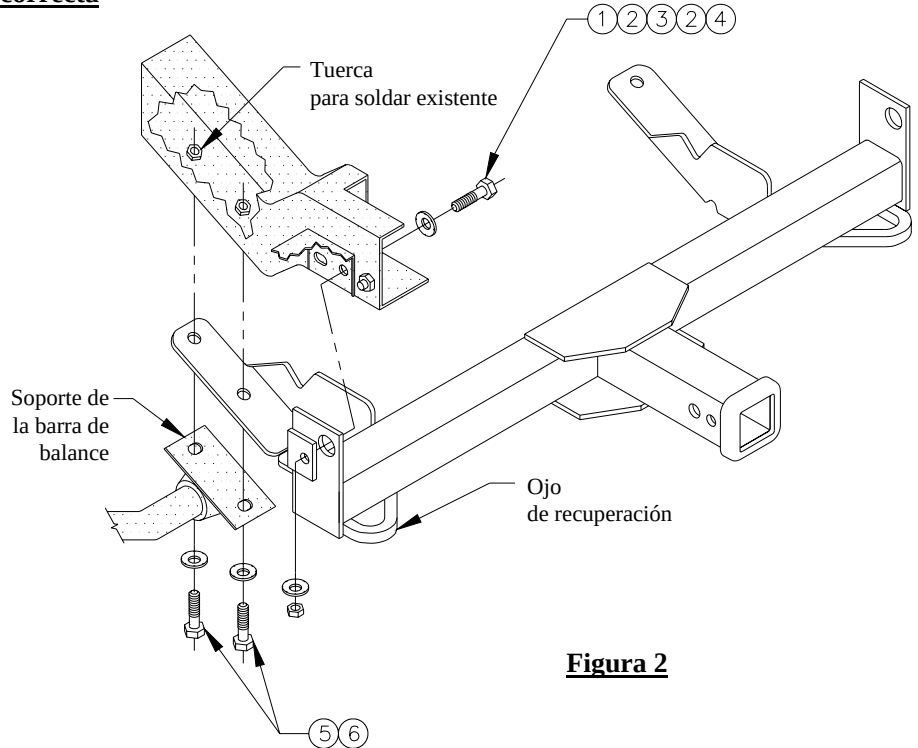

Figura 2
- Levante el receptor a su posición y vuelva a unir los soportes de la barra de balance colocando el receptor entre el bastidor y el soporte de la barra de balance como se muestra en la figura 2.
- Una los tornillos delanteros como se muestra en la figura 2.